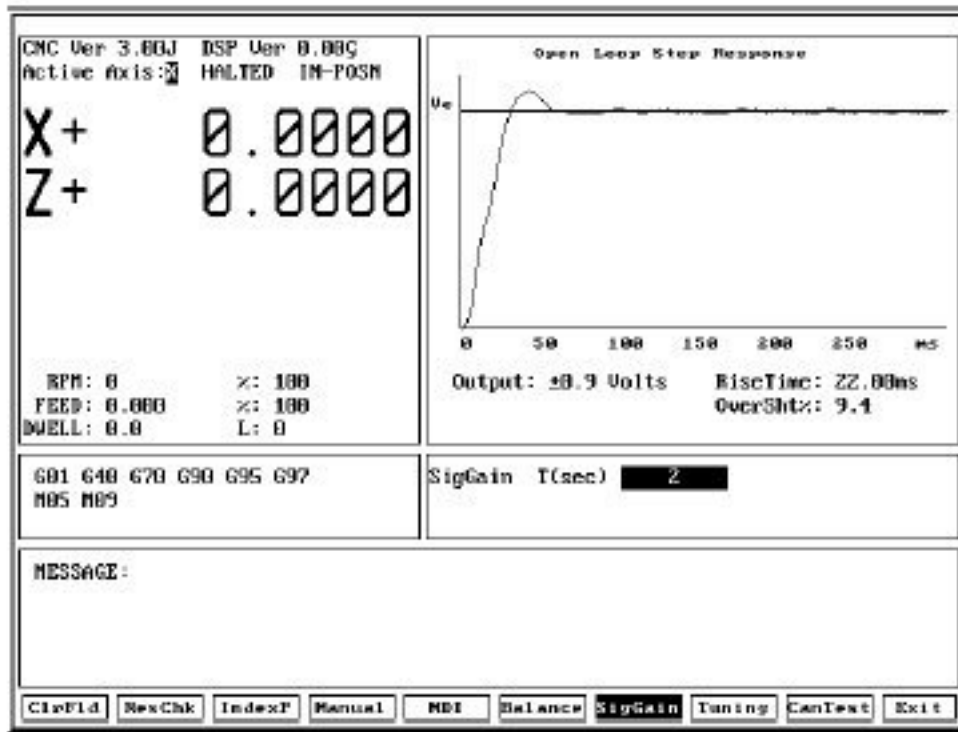

Figura 5.1 Ajuste de ganancia de señal
3. Basándose en la figura 5.1 ingresar un tiempo de atraso $T(\text{seg})$, un valor de dos segundos es normalmente adecuado. El gráfico que se observa es el movimiento de máquina como sigue: